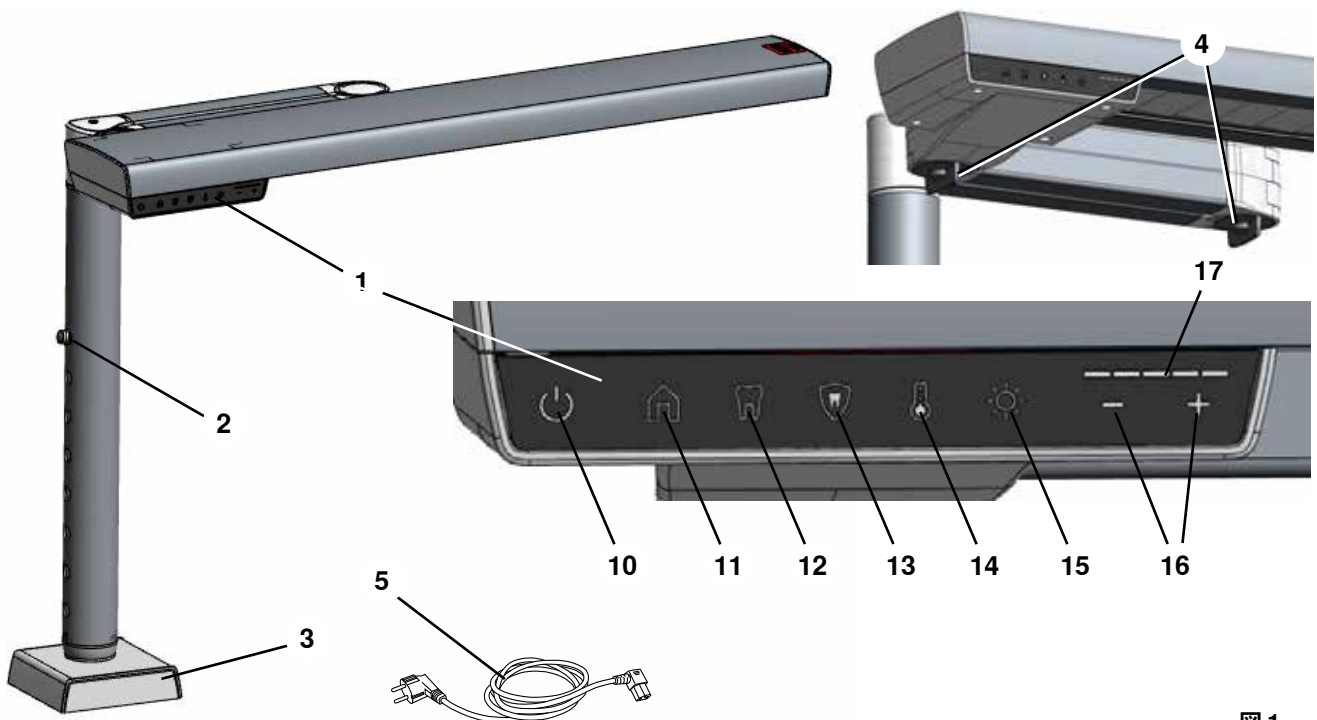

図 1
⇒高さ調節ロック (2、図1) を押し込み、ベース上のインナー チューブを最大位置まで引き出します。
適切な取り付け位置を決定するには、ジョイント ロック (図 1 の 4) を緩め、前に説明した最適な位置に作業場ランプを移動できることを確認します (4.2.1 章)。
- ◆ 明るさボタン (15、図1) が点灯します。
- ◆ 現在の明るさがインテンシティディスプレイ (17、図1) に表示されます。